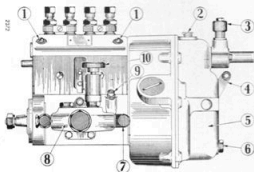

Bild 6. Insprutningspump.
En oljesticka av bajonettyp (9) går ned i insprutningspumphuset bredvid handpumpen. Se bild 6. Oljenivån i pumphuset får inte sjunka under det undre märket på skivan.
Står växelspaken i neutralläge. Se växelschemat på sidan 11. Drag ut knappen för tillskottsbränsle (3, bild 6) på regulatorn.